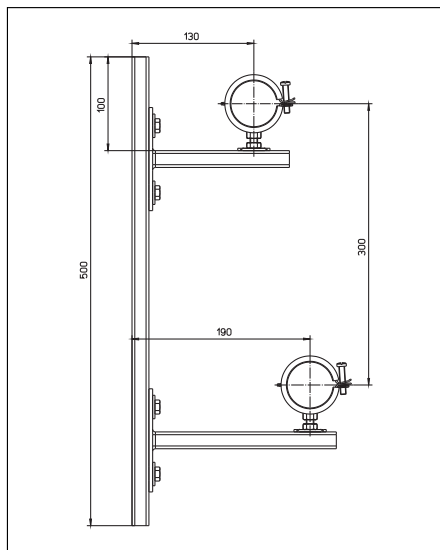

Рис. 5.2: Размеры консоли
- Консоль (арт. № 1414490): для крепления латунной гребенки „Multidis SFI“ (размеры см рис. 5.2).